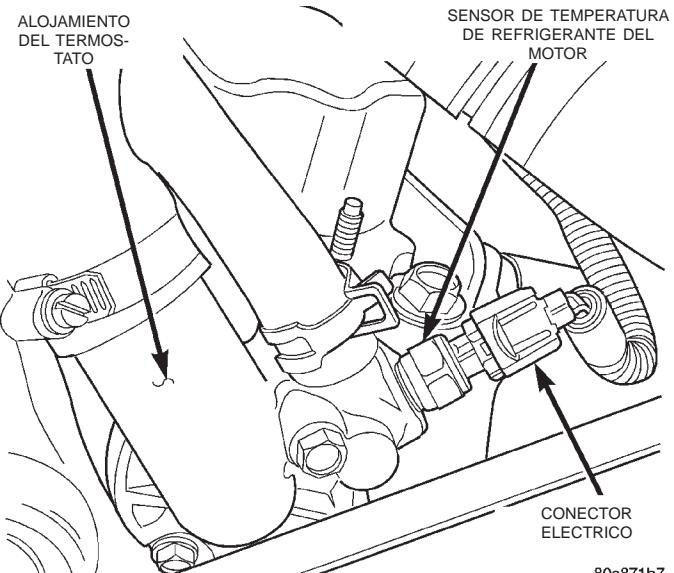
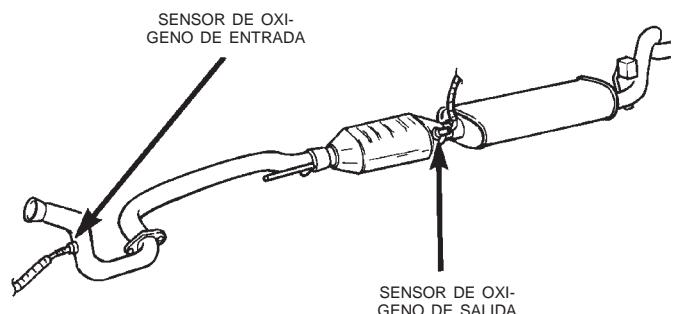

Fig. 24 Sensor de temperatura de refrigerante del motor—Característico
Fig. 25 Localización de los sensores de oxígeno
(19) Verifique que el conector del mazo de cables esté firmemente conectado al sensor de temperatura de refrigerante del motor (Fig. 24).
(20) Eleve y apoye el vehículo.
(21) Verifique que los dos conectores de cables de los sensores de oxígeno estén firmemente conectados a dichos sensores. Inspeccione los sensores y los conectores para determinar si presentan daños (Fig. 25).
(22) Inspeccione que los tubos de combustible no tengan fugas ni estén estrangulados. Inspeccione que las mangas de combustible no estén estranguladas, cuarteadas y que no tengan fugas.